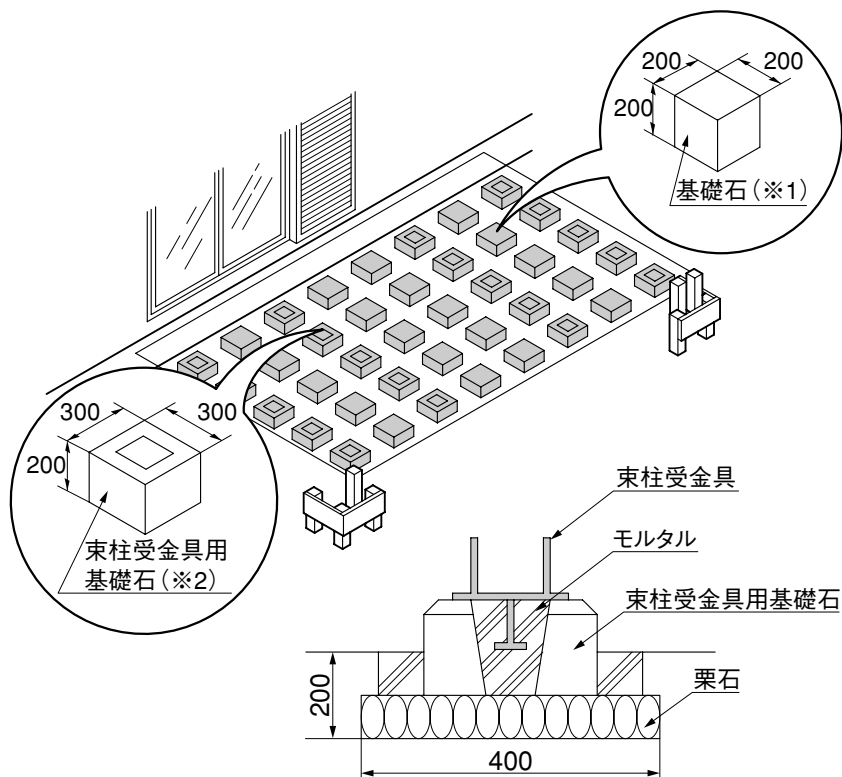

図3-1
- ② 基礎石のレベルを出してください。
- ③ 図3-1のように、束柱受金具用基礎石にモルタルで、束柱受金具を埋め込んでください。
- ④ 基礎石のまわりをコンクリートで固めてください。